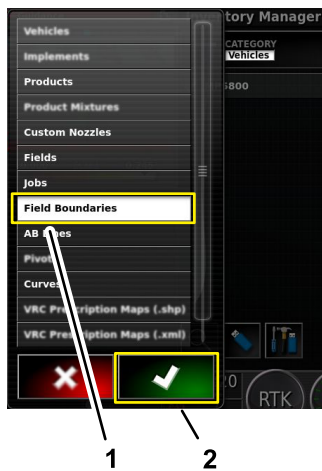

Bild 104
5. Wenn das Wort des Informationstyps (Produkte, benutzerspezifische Düsen, Felder oder Feldgrenzen), den Sie importieren, nicht auf dem Kategorien-Symbol angezeigt wird, tippen Sie auf das Kategorien-Symbol (Bild 104).
6. Tippen Sie in der Kategorienliste auf das Symbol für die Informationskategorie, die Sie importieren möchten, und tippen Sie auf das Bestätigen-Symbol (Bild 104)